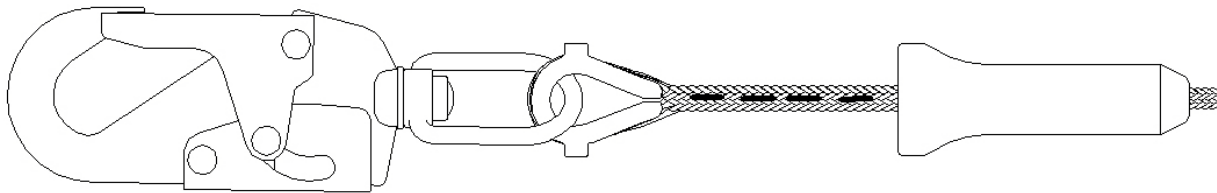

Fig. 5
- Cuerda sintética: Revise el hilo de costura que está dentro del amortiguador y la argolla de plástico. Si el hilo de costura está dañado, ponga la unidad fuera de servicio. Véase la Fig. 5.